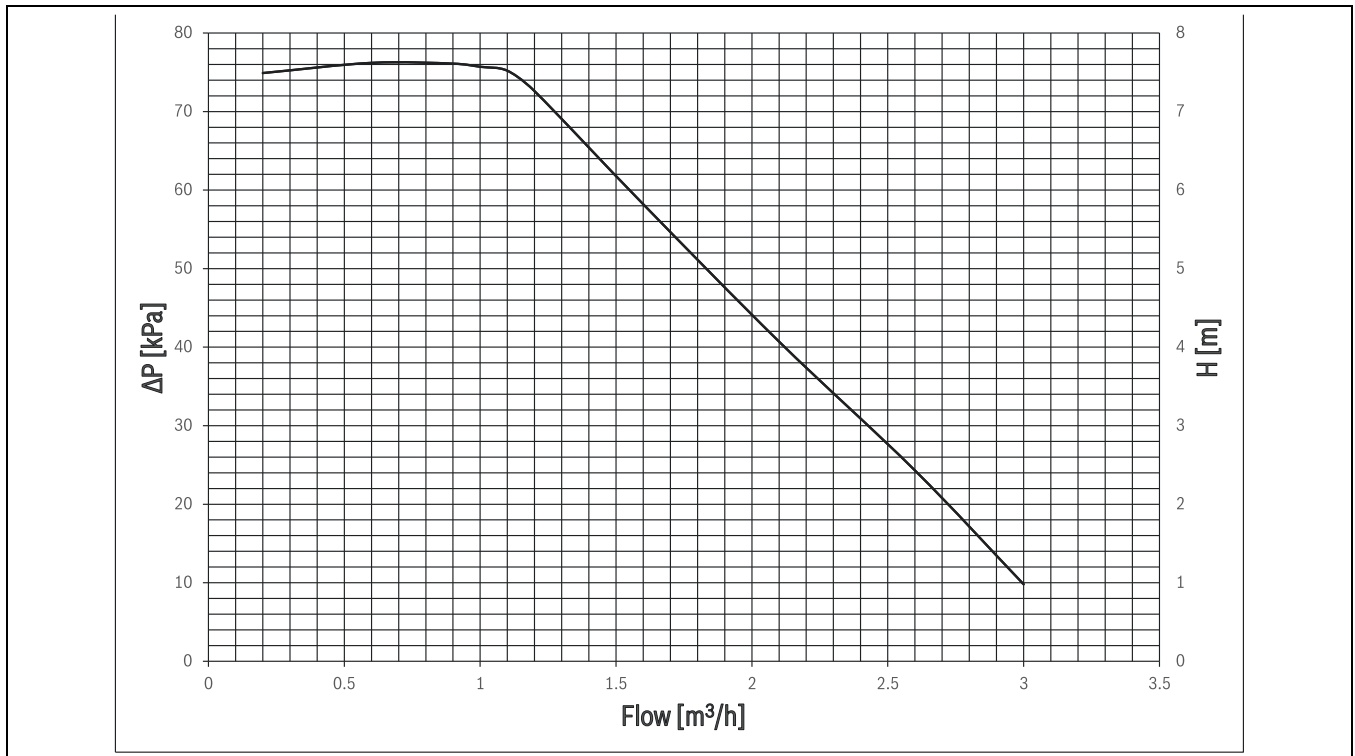

Bild 38 Restförderhöhe Primärpumpe
5) Je nach angeschlossener Wärmepumpe siehe Installationsanleitung der Wärmepumpe, Abb. 38
Restförderhöhe Primärpumpe ist in Abb. 38 dargestellt. 1. Dies gilt für den Heizbetrieb mit dem gleichen Volumenstrom im Heizkreis.